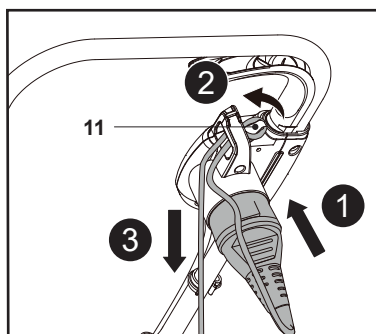

Fig. 11
1. Ligue a extremidade de saída de um prolongador à entrada de alimentação do corta-relva. Faça um laço no prolongador e pendure o laço no alívio de tensão do cabo (11). (Fig. 11, passos 1, 2).
2. Puxe delicadamente o prolongador para se certificar de que está devidamente apertado (Fig. 11, passo 3).